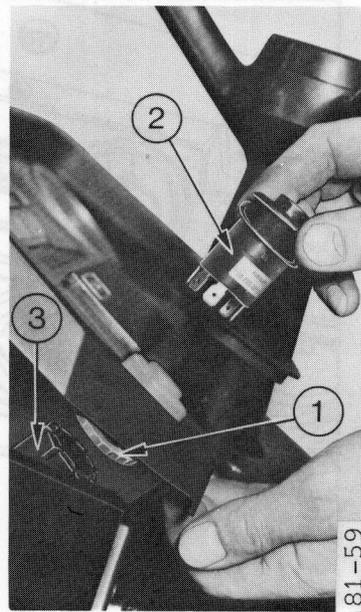

Fig. 45
Note : L'ampoule d'éclairage du tableau de bord (2 fig. 45) est également accessible après avoir déposé le tableau de bord.
- 3 – (Fig. 45). Dévisser la bague de l'interrupteur à l'arrière du tableau de bord, puis dégager l'ensemble de l'interrupteur.